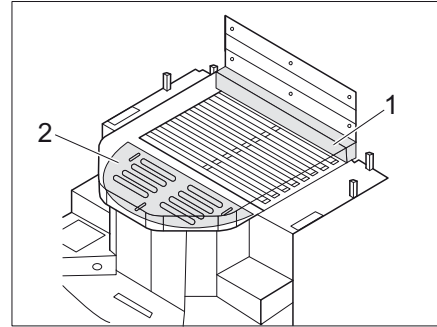

Bild 181 Säng med madrassförlängning (med extra madrass och utdragbar bräda)
- Lägg i den extra madrassen (Bild 181,1) från framsidan av Queen Size-sängen.
- Dra ut den utdragbara brädan (Bild 181,2).